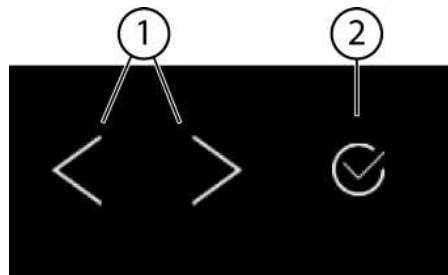
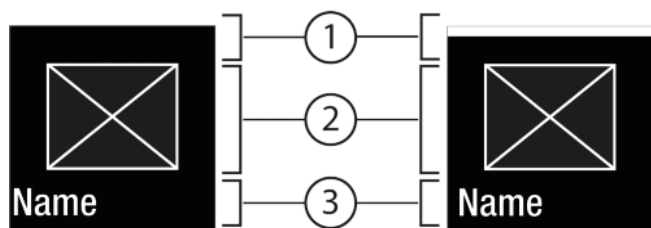
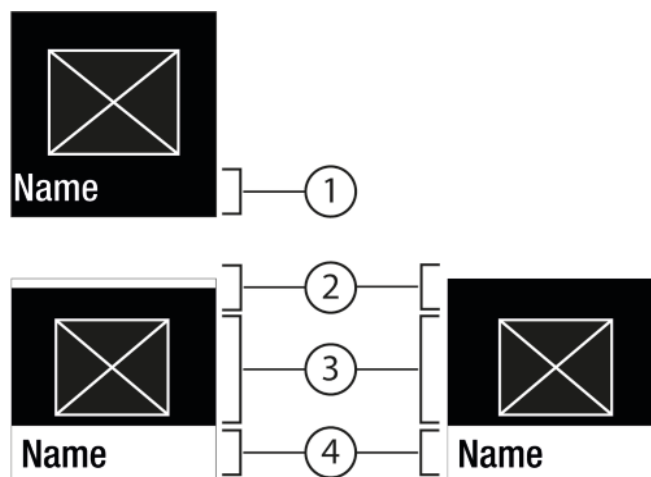

Fig. 5
Fig. 6
Fig. 7
- (1) Навигационная стрелка влево / вправо (2) Подтвердить
Навигационная стрелка влево / вправо Fig. 5 (1):
Подтвердить Fig. 5 (2):
- Навигация при помощи навигационной стрелки влево / вправо Fig. 5 (1).
- С помощью Подтвердить Fig. 5 (2) активировать Fig. 6 (1) / деактивировать Fig. 6 (1) функцию / настройку.
- С помощью Подтвердить Fig. 5 (2) вызвать Подменю Fig. 7 (4).
- Установка нового значения: С помощью Подтвердить Fig. 5 (2) выбрать деактивированное значение Fig. 6 (1).
- Назад в меню: С помощью Подтвердить Fig. 5 (2) выбрать уже активированное значение Fig. 6 (2).
► Навигационные стрелки Fig. 5 (1) нажимайте до тех пор, пока не появится индикация функции .
► Нажмите на Подтвердить Fig. 5 (2).
- ▶ Нажимайте навигационные стрелки *Fig. 5 (1)* нажимайте до тех пор, пока не появится индикация функции.
- ▶ Нажмите на Подтвердить *Fig. 5 (2)*.
- ▶ С помощью навигационных стрелок *Fig. 5 (1)* выберите значение настройки.
- ▷ Состояние: активировано *Fig. 6 (1)* появляется ненадолго в Подменю *Fig. 7 (4)*.
- ▶ Нажимайте навигационные стрелки *Fig. 5 (1)* до тех пор, пока не появится индикация настроек .
- ▶ Нажимайте навигационные стрелки *Fig. 5 (1)* до тех пор, пока не появится индикация требуемой настройки.